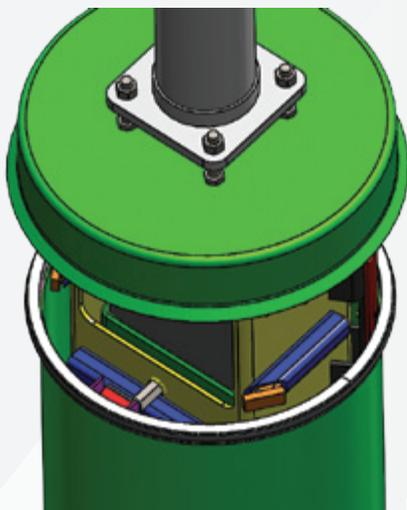
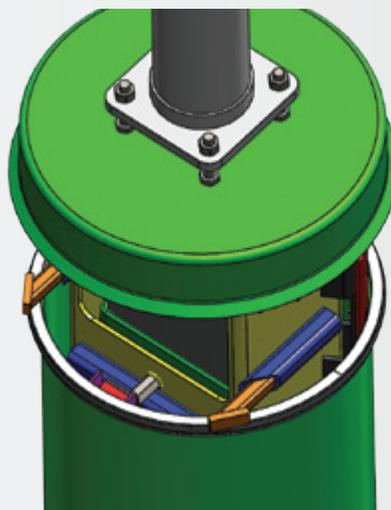

Figure 2
Figure 3
- Sortir les deux béquilles de sécurité orange pour qu'elles trouvent appui sur la paroi du cylindre de 660 mm (22 po) (Figures 2 et 3).
Noter que les béquilles de sécurité sont en position de retrait durant les manœuvres de montée et de descente (Figure 2). Vue des béquilles de sécurité sorties (Figure 3).